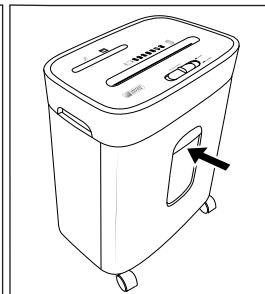

Abb. 4
- ◆ Schieben Sie den großen Auffangbehälter **13** vollständig in die Gerätebasis **15** (siehe Abb. 4).